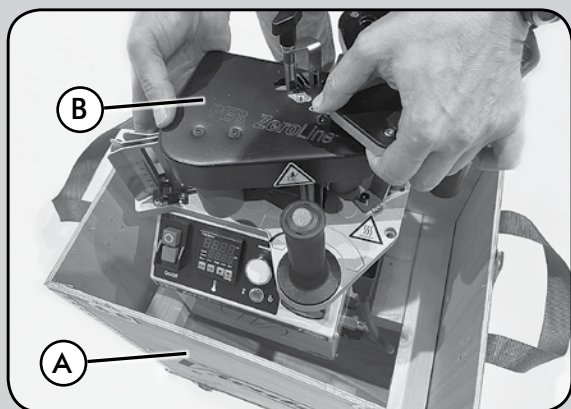

Fig. 2
- Estrarre la macchina B (Fig. 2) dall'interno della scatola A (Fig. 2).